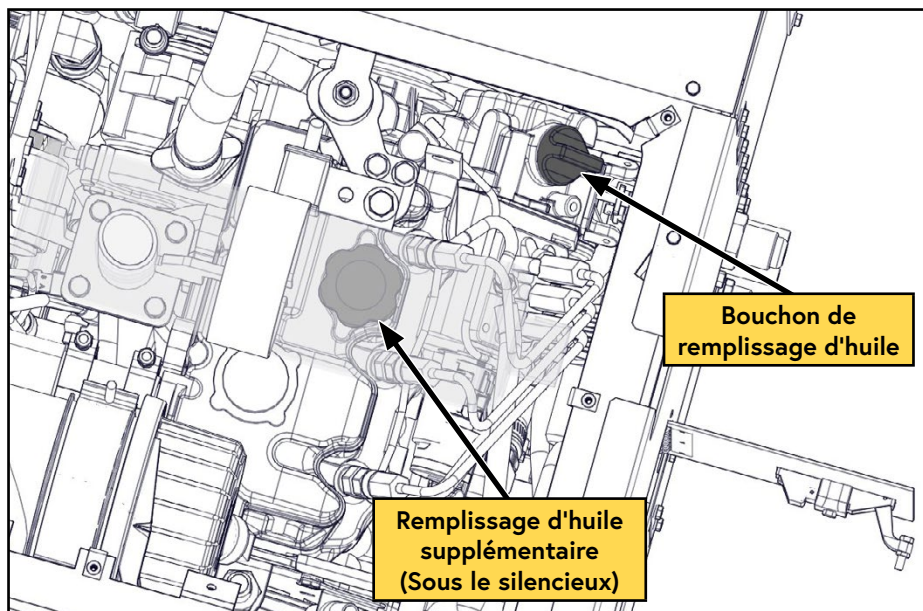

Figure 45 — Ajouter de l'huile moteur
- ☐ Retirez le bouchon de remplissage d'huile et, à l'aide d'un entonnoir, ajoutez 1 USG (3,78 L) d'huile fournie par VMAC dans le carter (Figure 45).